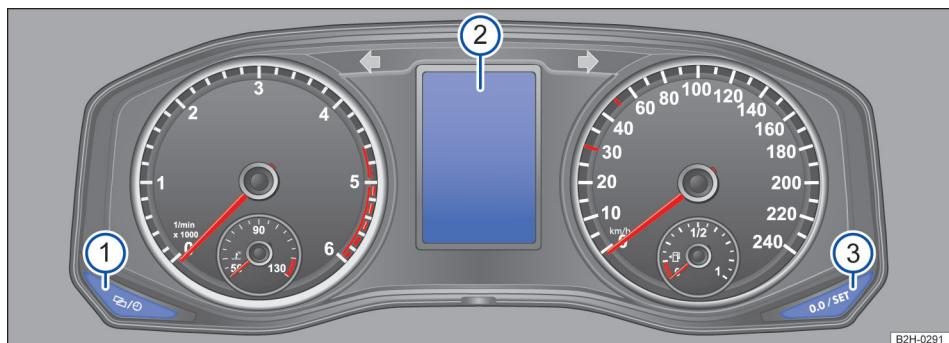

Fig. 181 Botões no instrumento combinado no painel de instrumentos.
- Pressionar o botão  → Fig. 181 ① no instrumento combinado tantas vezes, até que seja exibida a indicação RDK Calibração da pressão dos pneus no display → Fig. 181 ②.
- Pressionar o botão  → Fig. 181 ③ durante mais de três segundos, até soar um sinal sonoro.